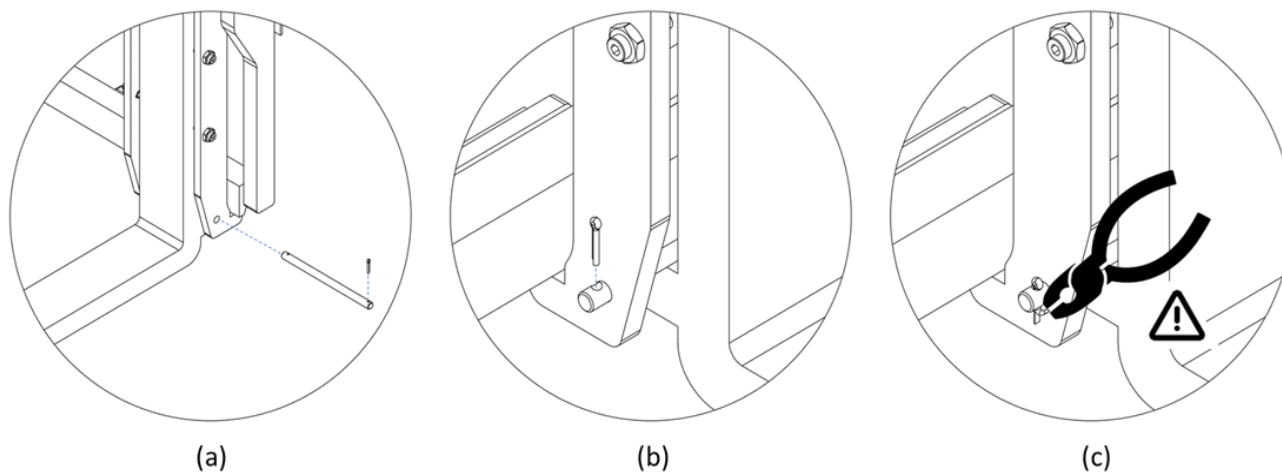

Figura 13
1. Inserte los pasadores de fijación de los ganchos de las horquillas inferiores y compruebe que el gancho de la horquilla esté bloqueado por el pasador (mira *Figura 13, a*).
2. Inserte el pasador de seguridad en los orificios a ambos lados del pasador (mira *Figura 13, b*).
3. Doble uno de los dos bordes de ambos pasadores con el uso de unos alicates y asegúrese de que no puedan salir (mira *Figura 13, c*).